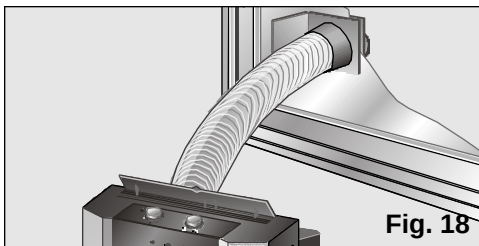

Fig. 18
- In het geval dat het gaat om een vaste installatie via een raam, gebruikt men alleen het transparante eindstuk van het onderdeel en moet er in het glas een opening gemaakt worden van 14 cm, **Fig. 18.**